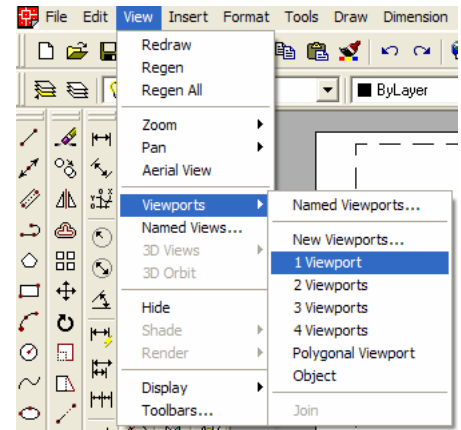

Figura 10.12 - VIEWPORT
1. Vá ao menu VIEW. Selecione a opção VIEWPORTS e, depois, escolha a opção 1 VIEWPORT (figura 10.12).